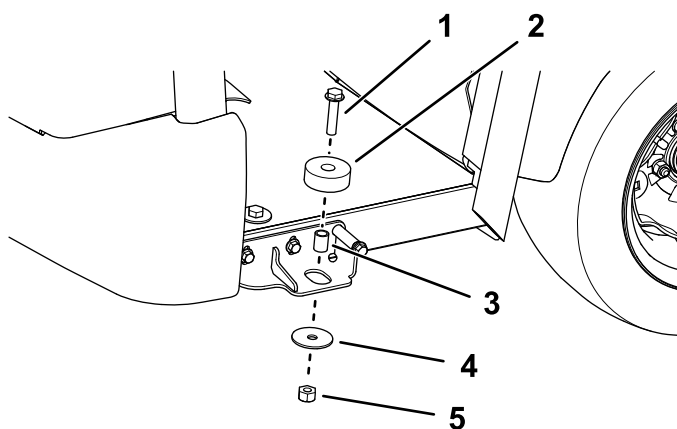

図 28
6. ゴム製アイソレータを取り付ける左右それぞれにフランジヘッドボルト $\frac{1}{2}$ x 2 $\frac{1}{4}$ "、スペーサ、ワッシャ、ロックナットを使用する 図 28。